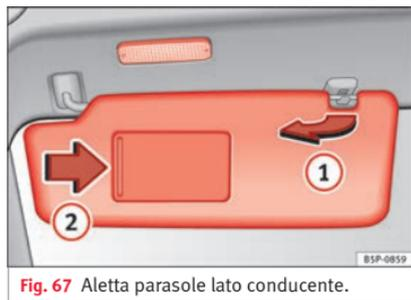

Fig. 67 Aletta parasole lato conducente.
L'alletta parasole per il conducente e quella per il passeggero possono essere staccate dai supporti che si trovano in prossimità della linea mediana del veicolo e spostate in direzione delle porte » fig. 67 ①.